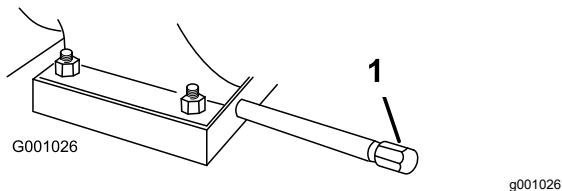

Рисунок 31
2. Очистите поверхность вокруг пробки для слива масла (Рисунок 31).